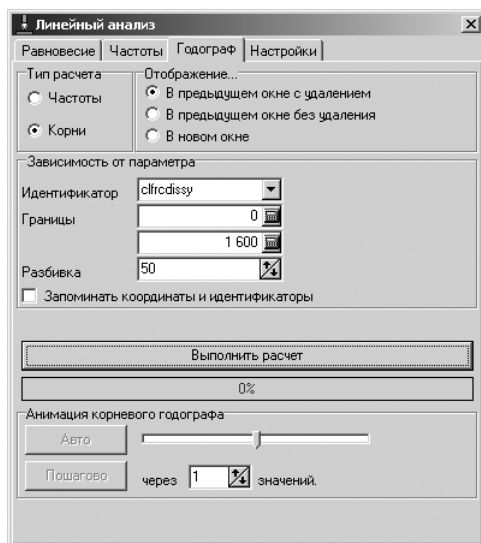

Рис. 2.115. Состояние диалогового окна **Линейный анализ** с открытой вкладкой **Годограф** и с введенными данными для параметра **clfrcdissy** (Коэффициент диссипации γ)
- установите в поле **Разбивка** число расчетов, равное 50. Нажмите на клавишу **Tab** два раза для перехода к кнопке **Выполнить расчет**. После этого диалоговое окно **Линейный анализ** будет выглядеть так, как показано на рис. 2.115;